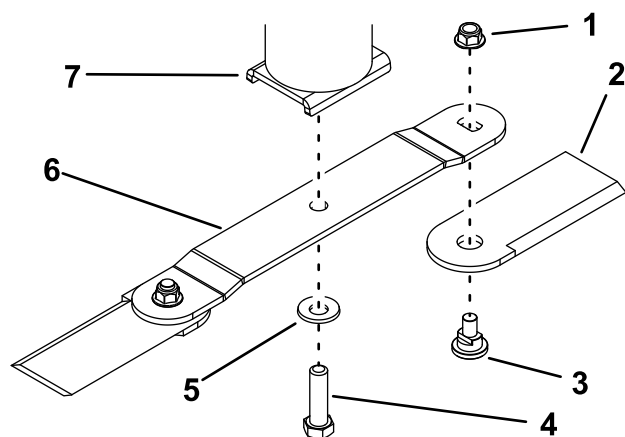

Figura 36
2. Retire o parafuso da lâmina, a anilha curva e lâmina da montagem da lâmina na parte inferior do conjunto do copo do eixo (Figura 36).
Se a lâmina não estiver equilibrada, lime apenas algum metal da parte posterior da lâmina (lado oposto da extremidade de corte) (Figura 36).
1. Instale a lâmina no conjunto do copo do eixo utilizando o parafuso da lâmina e a anilha curva (Figura 36).
3. Para instalar apenas as lâminas de mangual, prenda os manguais na extremidade da lâmina utilizando o parafuso do mangual e a nova porca de cada mangual (Figura 36). Aperte a porca com uma força de 103 a 127 N m.